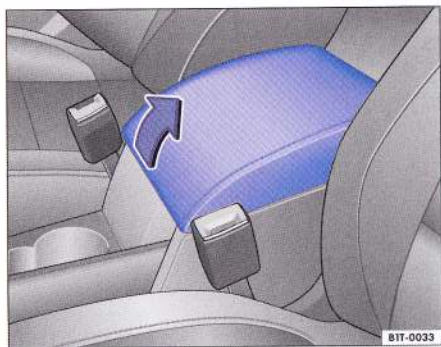

Fig. 81 Cotiera față cu spațiu de depozitare.
- Pentru deschiderea compartimentului ridicați cotiera în sus în sensul săgeții ⇒ fig. 81.